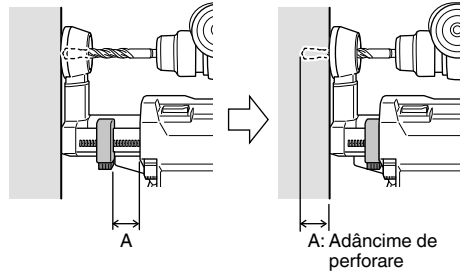

Fig. 9
- Când capătul duzei și vârful burghiului sunt aliniate, distanța pe care duza se poate deplasa este adâncimea de perforare. (Fig. 9)